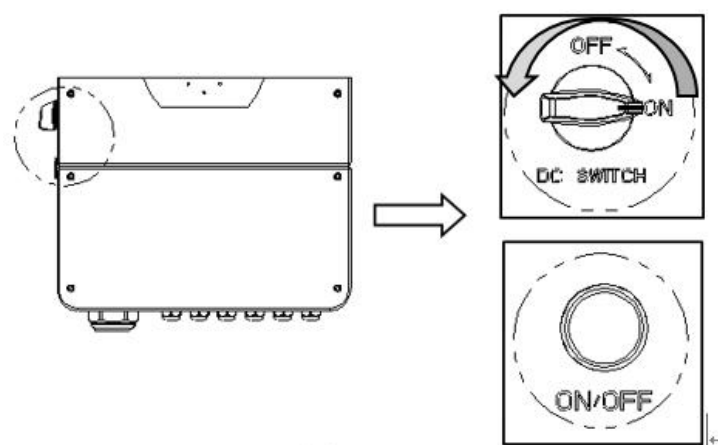

Figura 4.2.5
Paso 6: Coloque el interruptor de CC del inversor en "OFF" y presione el interruptor ON/OFF para apagar el sistema (Figura 4.2.5).